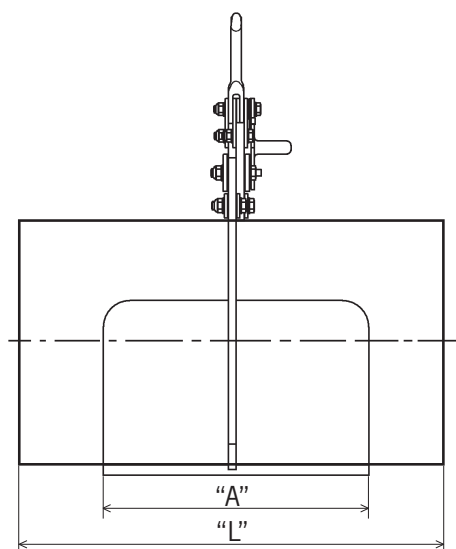

Fig. 2
- La medida "L" del material redondo que va a ser transportado debe corresponder con la anchura de mordaza "A" (Fig. 2).